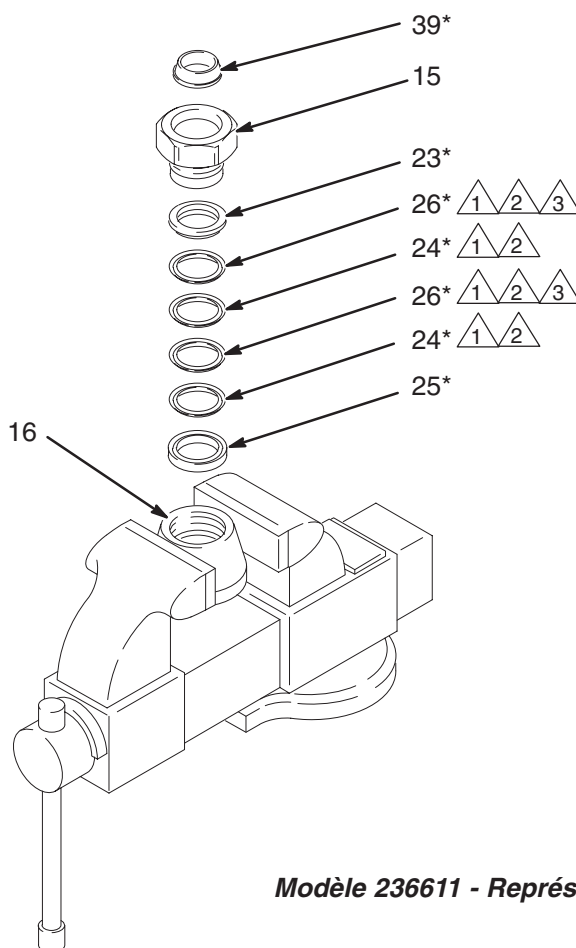

Fig. 13
1. Lubrifier les joints du clapet de pied et les mettre en place dans le corps du clapet (16) **en orientant les lèvres des joints en V vers le haut**. Mettre en place les joints en V dans l'ordre indiqué en Fig. 13.
2. En orientant la partie chanfreinée vers le haut, pousser le joint du clapet de pied (39*) dans le logement de l'écrou de presse-étoupe du clapet de pied (15) jusqu'à l'installation correcte. Le bec du joint doit se trouver en surface ou légèrement en retrait par rapport à l'écrou de presse-étoupe.
3. Serrer les méplats du corps de clapet (16) dans un étau. Visser à la main l'écrou de presse-étoupe dans le corps du clapet. Mettre de côté l'ensemble du clapet de pied.